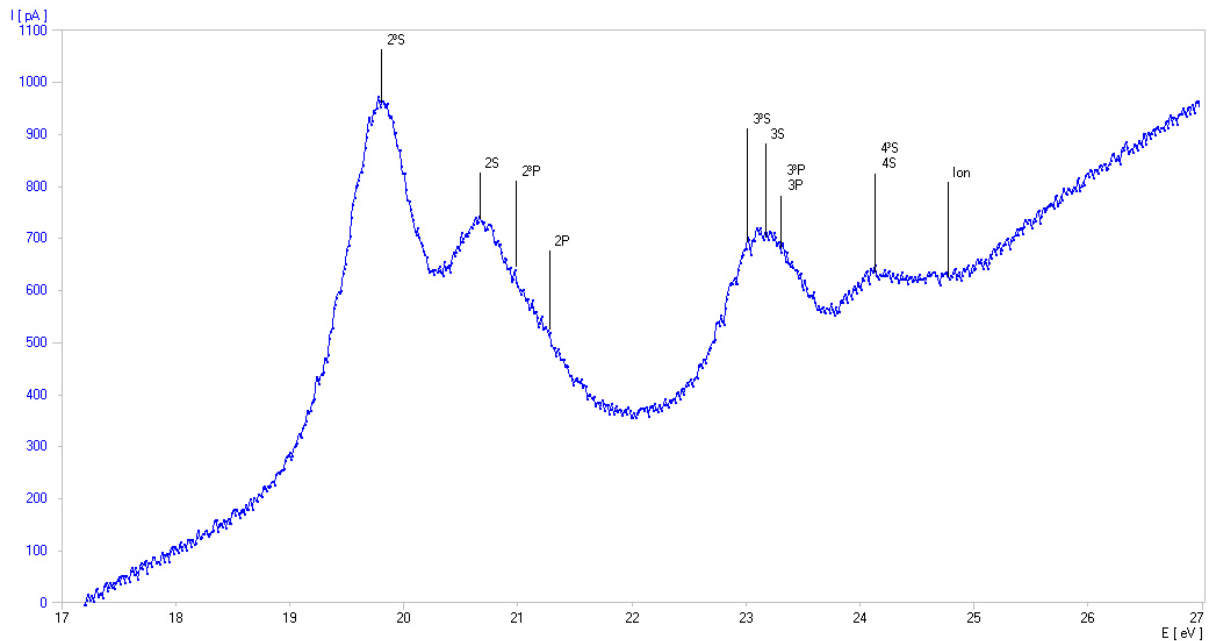

Fig. 3: Determinação dos potenciais críticos do átomo de hélio (curva de medição registrada com o 3B NET/log™)
- Estabelecer um diagrama, na qual está marcados o eixo X com a grandeza E e o eixo Y com a grandeza I . (vide Fig. 3).